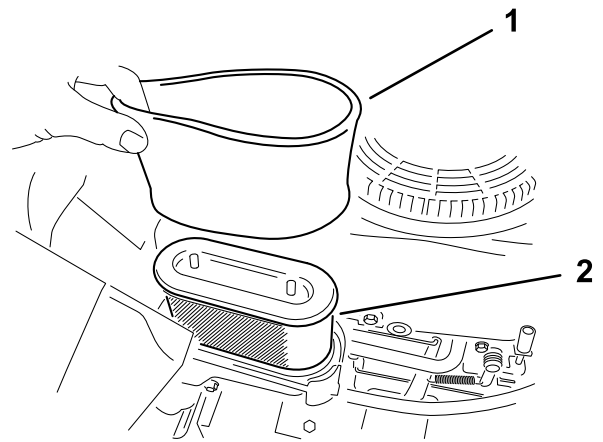

Figure 32
5. Retirez avec précaution les éléments en mousse et en papier du boîtier du filtre à air (Figure 32).
**Remarque:** Remplacez-le s'il est très encrassé (Figure 32).
1. Montez l'élément en mousse sur l'élément en papier (Figure 32).